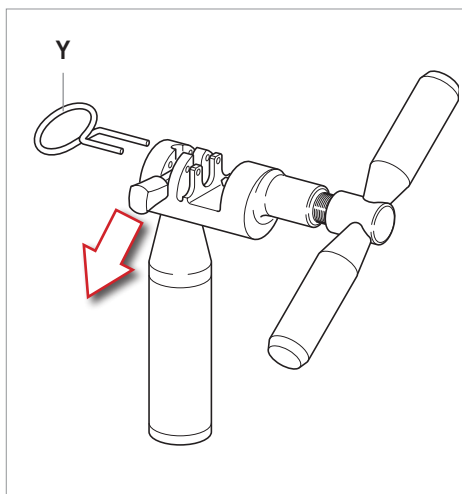

Fig.15
- Preparate l'utensile UT-CN400, posizionando la linguetta in modalità di chiusura (Y - Fig. 15).